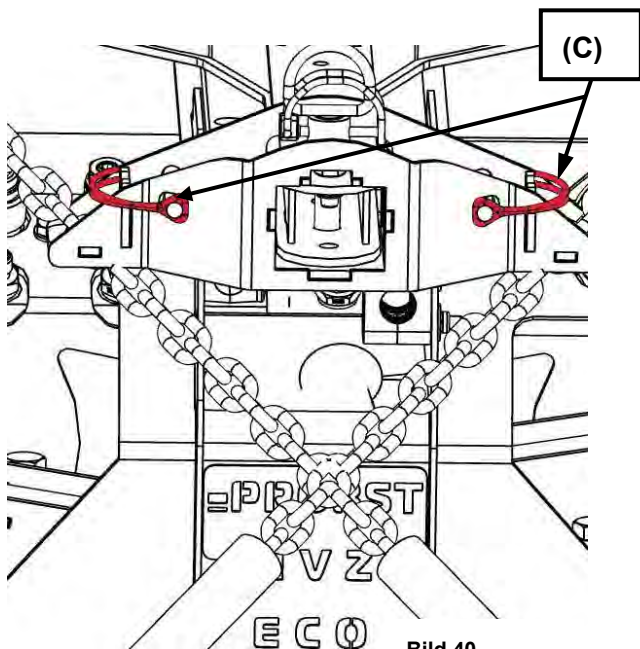

Bild 40
Einstellketten (B) wieder mit Klappsteckern (C) sichern (siehe Bild 40).